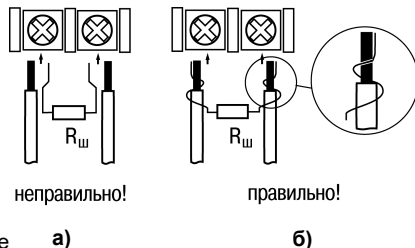

Рисунок 6.1
- 2 Подключение преобразователей с выходом в виде тока (0 .. $5,0$ мА, 0 .. $20,0$ мА или $4,0$.. $20,0$ мА) – только после установки шунтирующего резистора сопротивлением $49,9$ Ом (допуск не более $0,1\%$), подключение которого необходимо производить в соответствии с рис. 6.1,б, т.е. вывод резистора должен заводиться с той же стороны винтовой клеммы, что и провод от датчика. При использовании провода сечением более $0,35$ мм конец провода и вывод резистора необходимо скручивать или спаять.